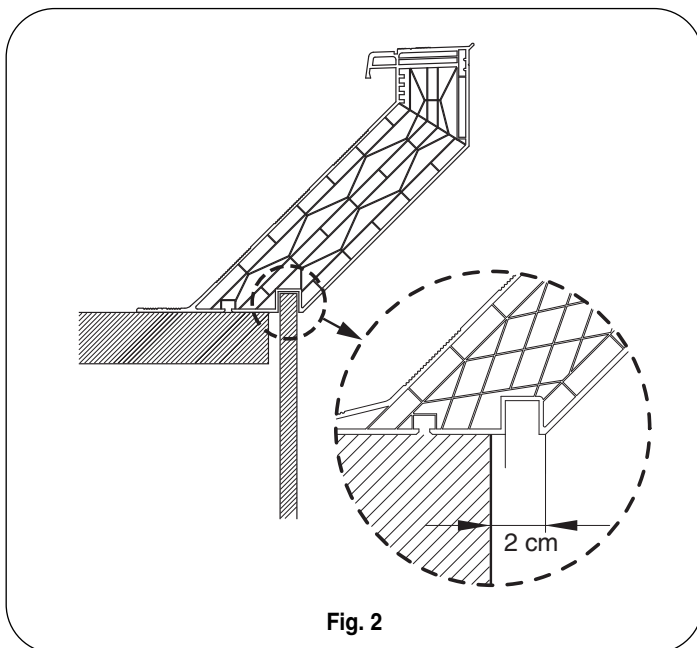

Fig. 2
- The 16/20 and 20/00 curbs have a U-formed groove for inner finish with plasterboard of max 12,5mm (see fig. 2).
- Die 16/20 und 20/00 Aufsatzkränze sind mit einer Rille ausgestattet für Fertigstellung mit Gipskartonplatte von max 12,5 mm (siehe Bild 2).